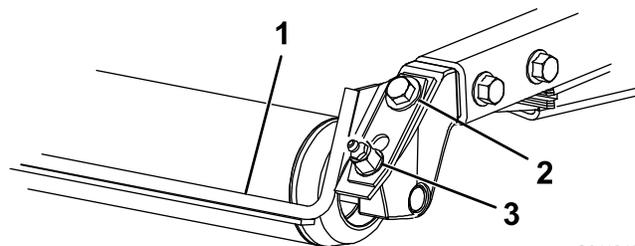

Рисунок 8
1. Ослабьте пресс-масленку и крепежный винт (**Рисунок 8**).